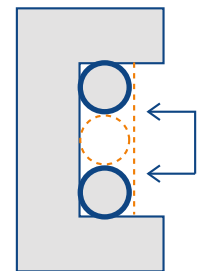

Figura 3
- En caso de paredes estrechas donde las tuberías de agua fría y caliente pase por la misma canaleta o rendija, se debe aumentar el ancho de manera a separar ambas tuberías, equivalente a una distancia de un diámetro el tubo a utilizar (**figura 3**)